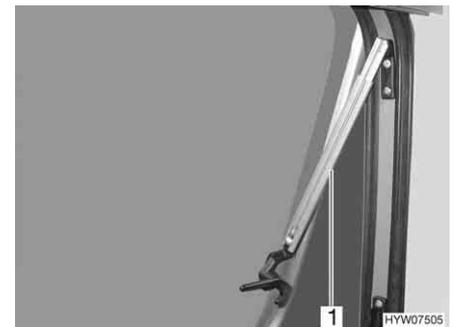

Fig. 79 Finestra apribile con deflettori automatici, aperta
- Aprire la finestra apribile fino al punto di arresto desiderato. Il deflettore automatico (Fig. 79,1) si innesta automaticamente in posizione.